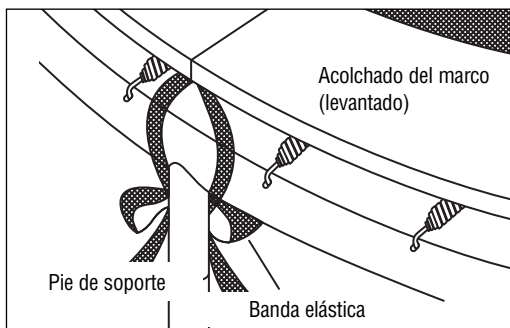

Fig. 5.2
- b) Primero ate firmemente las bandas detrás de los pies de soporte. (ver fig. 5.2)